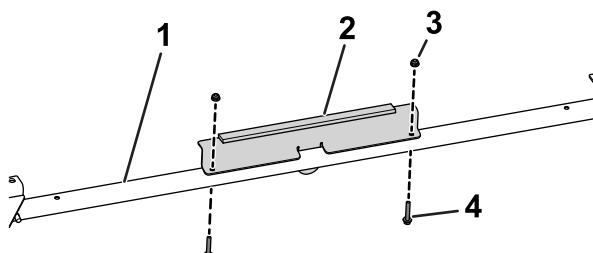

图31
10. 用2个六角头凸缘螺栓 $\frac{1}{4}$ x 1 $\frac{1}{2}$ 英寸和2个螺母 $\frac{1}{4}$ 英寸将前支架固定到前交联上图31。